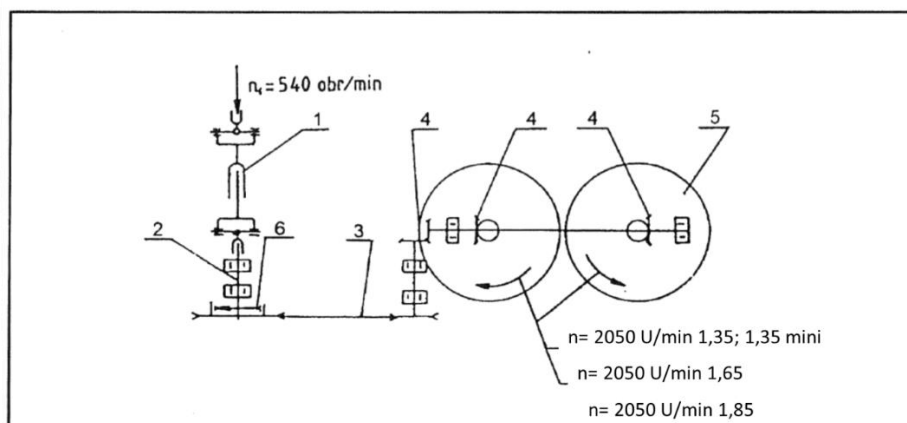

Abb.2 Schema des Antriebs der Mäher 1,35; 1,35 mini; 1,65; 1,85:
Die Arbeitstrommeln (5) (Abb. 2) werden von der Zapfwelle des Trägerfahrzeuges über die Teleskop-Gelenkwelle (1), die Welle des Antriebskopfes (2), das Treib- Keilriemengetriebe (3) und die Kegelradgetriebe (4) angetrieben. Die Trommeln samt den Messern drehen sich in entgegengesetzte Richtungen, was das unterstützte Schneiden von Pflanzen und das Formen von Schwaden zur Folge hat. Die in die Riemenscheibe eingebaute Freilaufkupplung (6) ermöglicht das freie Drehen der Trommeln nach dem Abschalten des Motors und schützt somit die Antriebselemente vor einer Beschädigung.